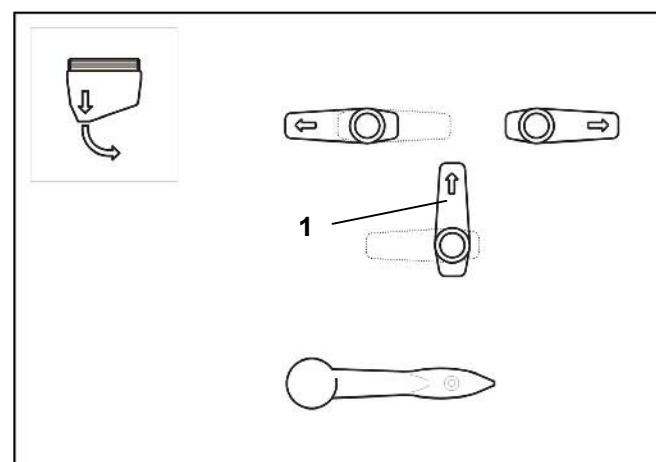

Рис. 7.10
- Многоходовой переключающий кран (7.10/1) переставьте назад в соответствии с рис. 7.10.